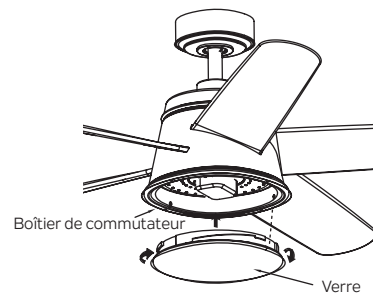

Fig. 22
**Étape 2.** Fixez le verre au boîtier de l'interrupteur en le tournant dans le sens des aiguilles d'une montre, tournez le verre progressivement jusqu'à ce qu'il s'enclenche sur le boîtier de l'interrupteur. Ne pas trop serrer. (Fig. 22)